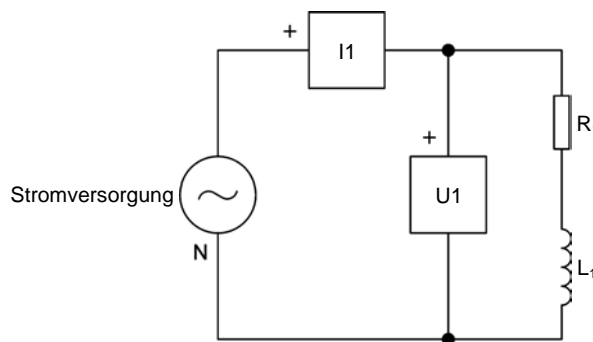

Abbildung 17. Einfache induktive Widerstandsschaltung.
6. Verbinden Sie die Geräte, wie in Abbildung 17 gezeigt.
Die roten Anschlussklemmen der Eingänge *U1* und *I1* am Modul **Mess- und Steuerinterface** entsprechenden Anschlussklemmen, die in Abbildung 17 mit einem Pluszeichen (+) gekennzeichnet sind.